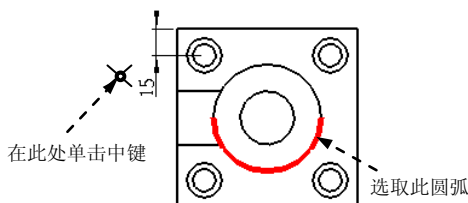
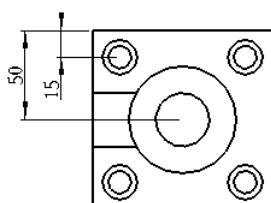

图 5.2.65 选取圆弧
图 5.2.66 尺寸显示 (二)
Step5. 在 **ATTACH TYPE (依附类型)** 菜单中选择 **On Entity (图元上)** 命令，选取图 5.2.65 所示的圆弧，在图 5.2.65 所示的位置单击中键，此时在视图中显示尺寸，如图 5.2.66 所示。